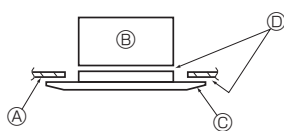

Fig. 8-7
8.3.3. Крепление вентиляционной решетки (Fig. 8-7)